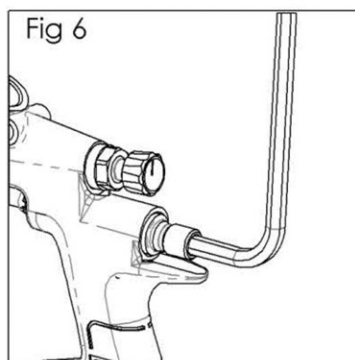

Fig 6
5. Use una llave hexagonal de 6 mm para quitar la válvula de retención (27). (Ver las Fig. 6 y 7)